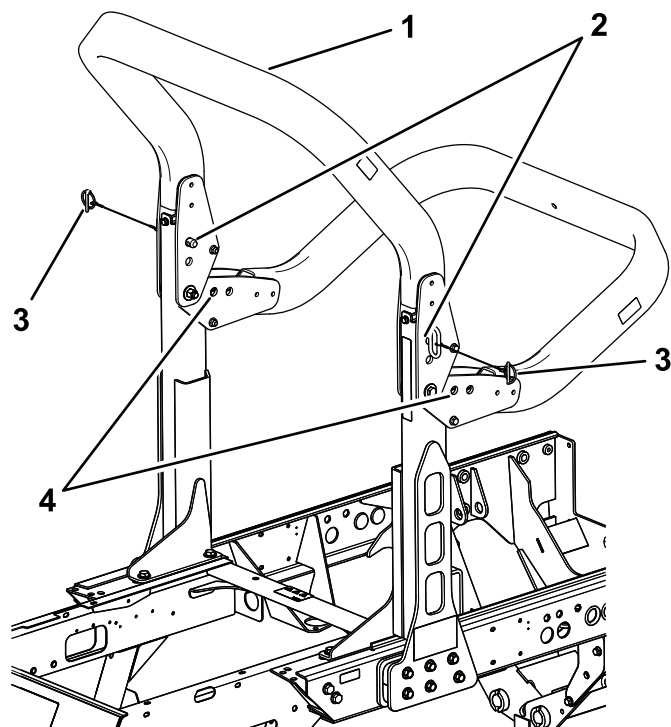

Bild 74
2. Stützen Sie das Gewicht des oberen Rahmens des Überrollbügels ab, während Sie die Rastungen und Lastösenbolzen aus den Schwenkhalterung nehmen (Bild 74).